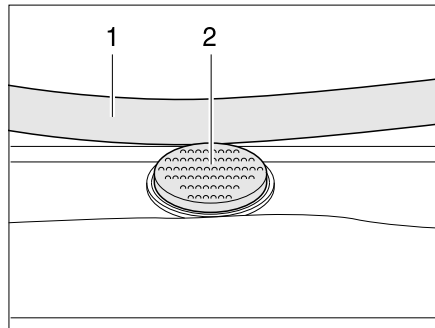

Bild 45 Sicherungsknopf an der Heki-Dachhaube
- Den Sicherungsknopf (Bild 45,2) drücken und den Bügel (Bild 45,1) mit beiden Händen nach unten ziehen.
- Den Bügel mit beiden Händen nach oben drücken, bis der Bügel oberhalb des Sicherungsknopfes (Bild 45,2) liegt.